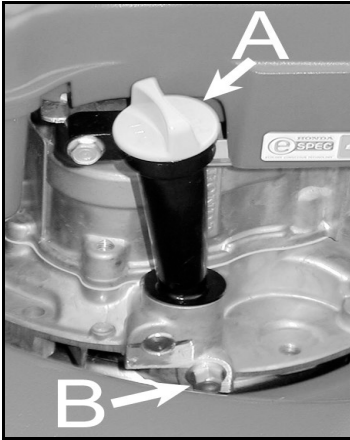
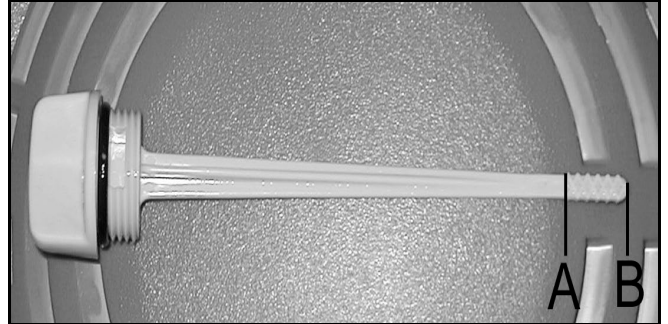

Figure 13
Figure 14
- Niveau d'huile : Dévissez la jauge (figure 13, repère A). Le niveau d'huile moteur froid doit être compris entre les 2 traits A et B de la figure 14. S'il manque de l'huile, rajoutez une huile pour moteur 4 temps semi-synthétique SAE10W30 API SL classe (0.65L). Le niveau complété, revissez la jauge
Pour vidanger, moteur chaud, penchez la tondeuse à droite, dévissez le bouchon de vidange (figure 13, repère B) et la jauge d'huile. Quand toute l'huile c'est écoulé, revissez le bouchon et remettez la tondeuse à l'horizontal. Mettez 0,65 cl d'huile pour moteur 4 temps semi-synthétique SAE 10W30 ou API SL classe . Faites fonctionner le moteur et regardez le niveau. Complétez, s'il manque de l'huile.